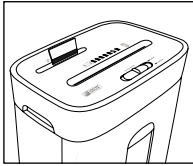

Abb. 8
Führen Sie die Kreditkarte von oben mittig in die Schneidöffnung CD/Kreditkarte ② ein (siehe Abb. 8) und schieben Sie den Schalter *REV/OFF/AUTO/FWD* ⑧ in die Position *FWD* („forward“ [englisch] = vorwärts). Sie können jeweils nur eine Kreditkarte schneiden. Führen Sie diese immer mit der breiten Seite voran in die Schneidöffnung CD/Kreditkarte ② ein. Ansonsten wird der Magnetstreifen nicht zerstört.